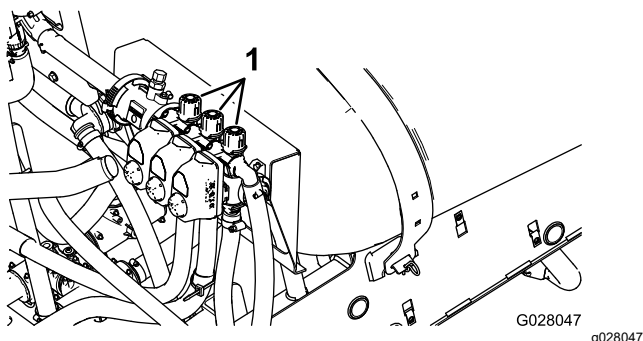

Figure 21
2. Désactivez la section gauche et réglez le bouton de dérivation de section (Figure 21) jusqu'à ce que la pression indiquée corresponde à celle réglée précédemment (généralement 2,75 bar).
4. Tournez le bouton de dérivation de la section droite (Figure 21) jusqu'à ce que la pression indiquée corresponde à celle réglée précédemment (généralement 2,75 bar).
6. Réglez le bouton de dérivation de la section centrale (Figure 21) jusqu'à ce que la pression indiquée corresponde à celle réglée précédemment (généralement 2,75 bar).